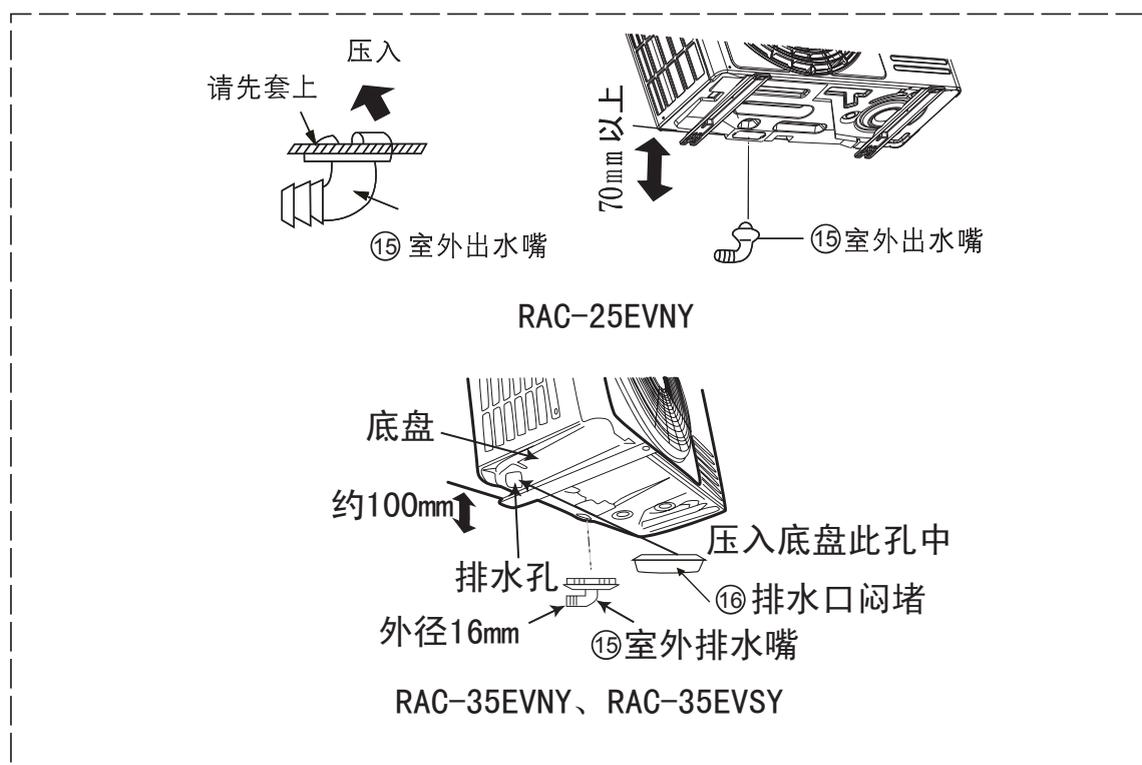

图27
- 2 请将机体在安装后，按图27所示将附件 ⑮ ⑯ 安装在出水孔中。